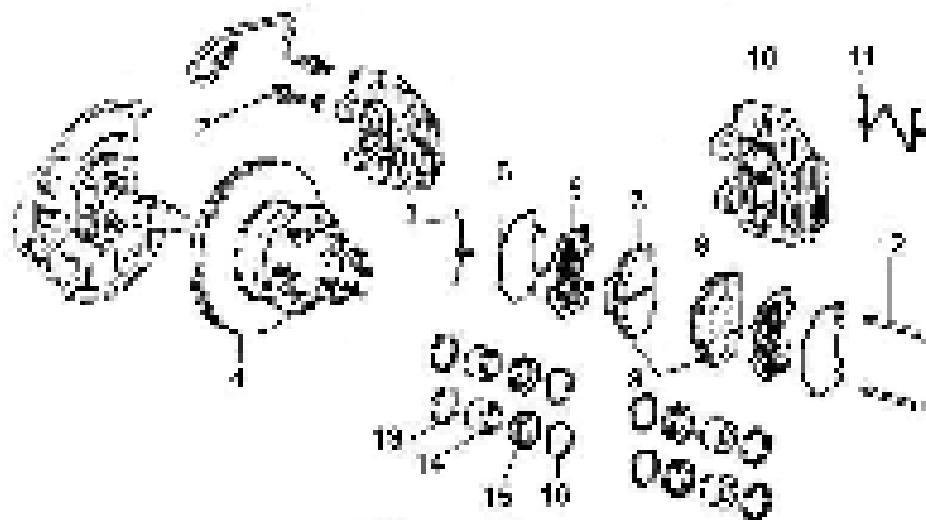

Рис. 4-12. тормозной механизм передних колес
- зажим 3 (рис. 4-12.), два направляющих штифта 12, демпфирующую пружину 11;
**Снятие.** Поднимите переднюю часть автомобиля, установите на подставки и снимите колесо. Отсоедините трубку 1 (рис. 4-12.) и слейте рабочую жидкость из тормозной системы.
Проверьте направляющие штифты 12 (см. рис. 4-12.). Убедитесь, что на штифтах нет повреждений и коррозии, что они не заедают в отверстиях направляющих. В случае их коррозии или повреждения произведите их замену.